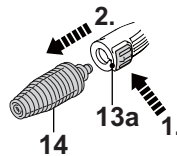

Fig. 24
8. Appuyez sur le bouton de déverrouillage (13a) et détachez la buse turbo (14) de la rallonge (13) (fig. 24).